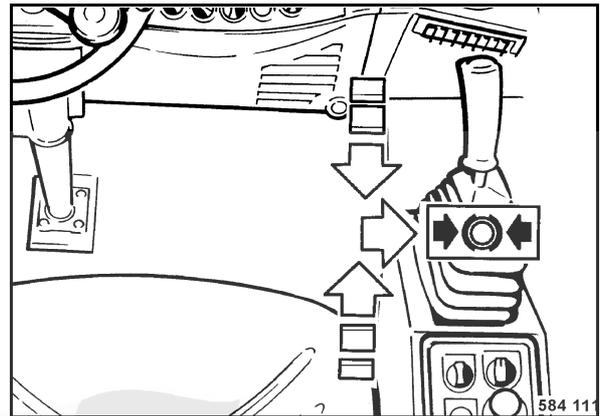

fig. 52
- Ramener lentement le levier de commande de marche (fig. 52) sur position neutre puis l'enclencher vers la droite sur position de freinage.